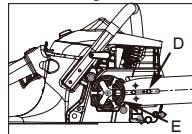

Fig. 3C
- Posizionare l'estremità filettata della barra di guida sopra il bullone della barra (D). Far scorrere la barra di guida dietro il tamburo della frizione (E) fino a quando la barra di guida non si arresta. (Fig. 3C)